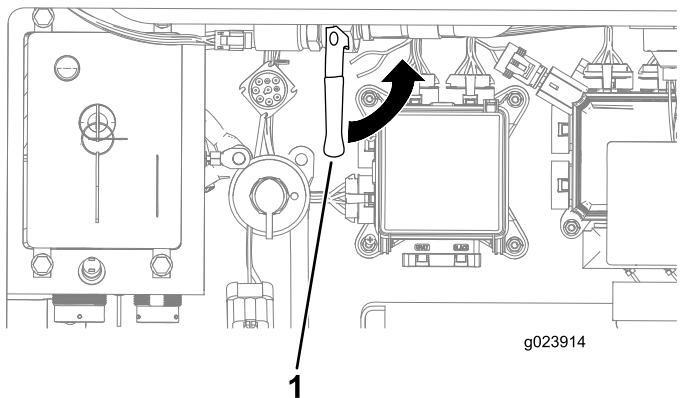

Рисунок 130
- A. Откройте клапан антифриза внутри заднего отсека (Рисунок 130).
6. Закройте клапан антифриза (Рисунок 130).